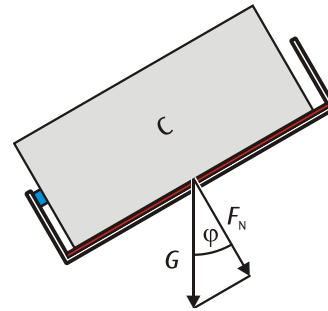

Fig. 2: Medições em pista de atrito inclinada.
- Inclinar a pista de atrito em 10° , tomando cuidado, que as roldanas do corpo C estejam deitadas sobre o lado estreito, inclinado para baixo da pista de atrito (ver Fig. 2) e medir a força de atrito de deslizamento F_{Dyn} .